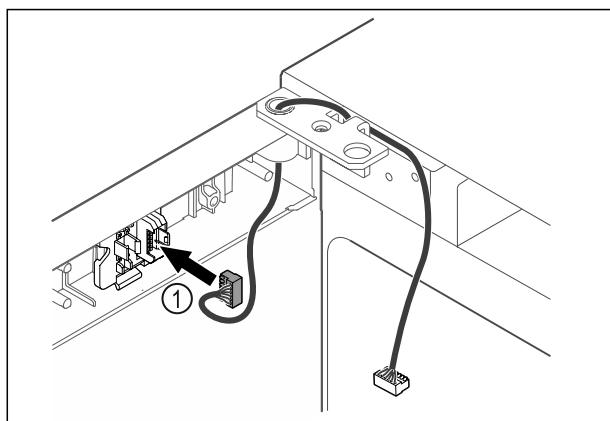

Fig. 59
- ▶ Vtič Fig. 59 (1) vstavite v držala vtiča.